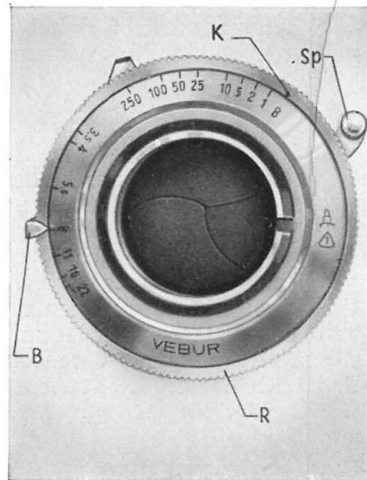

Bild 11
Der Veburverschluss ist ein Zentralverschluss mit einer Belichtungszeiteinstellung von $1 \dots 1/250$ sec und Zeitaufnahmen von beliebiger Dauer (B) (Bild 11).